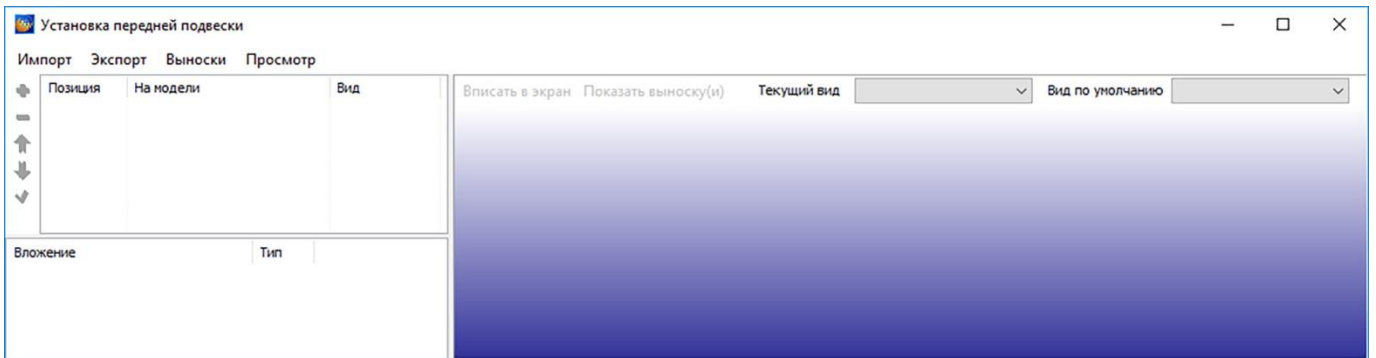

Рисунок 459
3) Нажмите на кнопку **Применить**. При этом откроется окно для загрузки модели (рисунок 459).